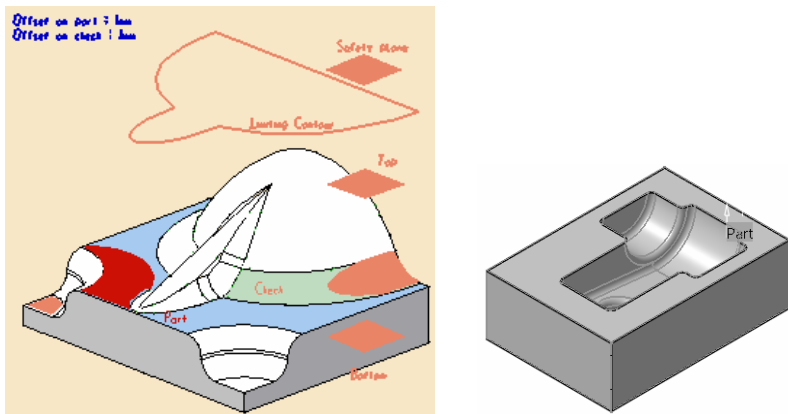

图 3-118 定义加工区域 (7)
- 定义加工区域（7）。单击“Advanced Finishing.1”对话框中的，切换到几何参数选项卡，单击对话框中的目标零件感应区，选择整个目标加工零件作为加工对象，如图 3-118 所示，在空白处双击鼠标左键返回。